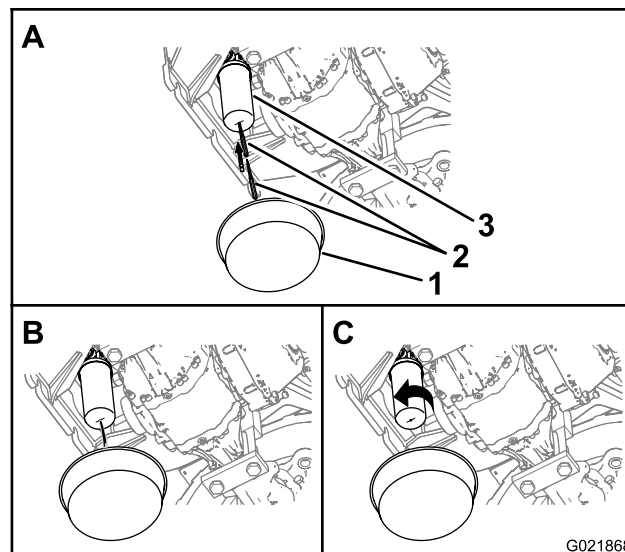

Figure 95
Remarque: Vous pouvez accéder au filtre de retour hydraulique sous l'arrière de la machine (Figure 95).
- Placez un bac de vidange sous le filtre de pression hydraulique (Figure 95).
- Percez le fond du filtre de pression hydraulique et vidangez le restant de liquide hydraulique dans le bac (Figure 95).
- Tournez le filtre de retour hydraulique dans le sens antihoraire et déposez le filtre (Figure 95).